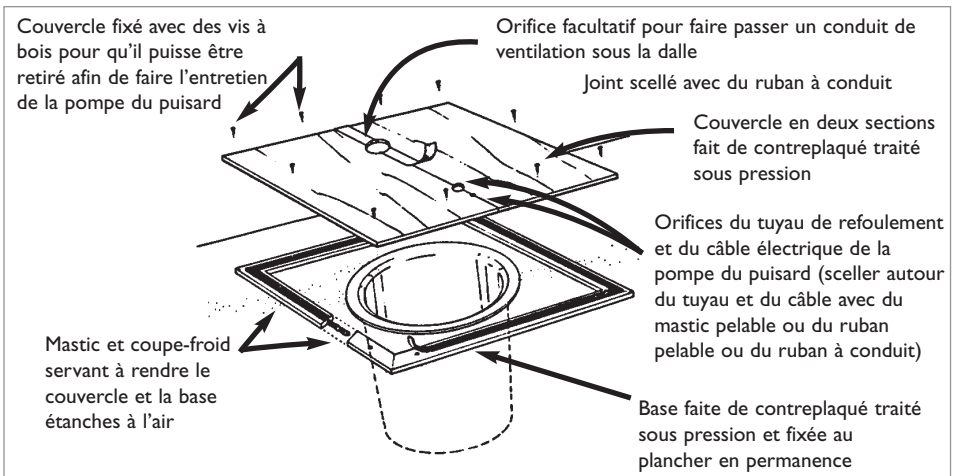

Figure 8 : Scellement des puisards ouverts
- **Puisards ouverts.** On peut sceller le puisard en y installant un couvercle étanche à l'air (*voir* la Figure 8). Si le puisard sert également d'avaloir de sol, il suffit d'ajouter un siphon spécial au couvercle étanche et d'enfoncer légèrement celui-ci dans la cavité du puisard.
- Munir le puisard d'un couvercle étanche. Le constructeur peut acheter une unité avec couvercle ou en fabriquer un sur place (*voir* la Figure 8, page 18). Un couvercle étanche protège contre le radon, les moisissures, les mauvaises odeurs, les insectes et les courants d'air froid. Il réduit également les risques de blessures chez les jeunes enfants.